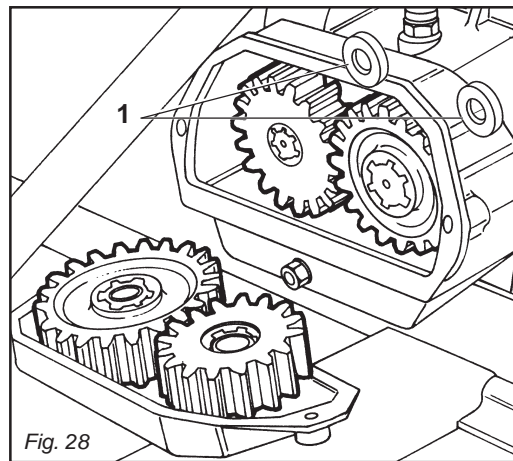

Fig. 28
La macchina è equipaggiata di cambio di velocità (Fig. 28), con una coppia di ingranaggi.
Machine are equipped with a gearshift (Fig. 28), with one pair of gears.
Les machines sont équipées d'une boîte de vitesse (Fig. 28), avec un couple d'engrenages.
Die Maschine sind mit Wechselgetriebe (Abb. 28), mit einem Räderpaar ausgestattet. Dadurch ist es möglich, mehrere Rotordrehgeschwindigkeiten zu erhalten, um damit den Anforderungen des Bedieners zu entsprechen.
Las máquinas están equipadas de cambio de velocidad (Fig. 28), mediante un par de engranajes.
- Fare attenzione durante l'operazione a non far cadere i distanziali (1 Fig. 28), all'interno della scatola cambio.
- La caduta dei distanziali (1 Fig. 28), all'interno della scatola cambio può causare la rottura degli ingranaggi.
- *While changing gears pay attention that the spacers (1 Fig. 28) fitted behind the gears do not fall in the gearbox.*
- *The falling of the spaces (1 Fig. 28) inside the gearbox can cause the braking of the gears.*
- Au changement des pignons faire attention que les entretoises (1 Fig. 28) montées derrière les pignons ne tombent pas dans le boîtier.
- La chute des entertoises (1 Fig. 28) à l'intérieur de la boîte de vitesse, peut causer la rupture des pignons.
- *Während sie das Getriebe verändern, bitte passen sie auf, dass die Distanzialstücke (1 Abb. 28) hinten den Zahnradern nicht in das Getriebe fallen.*
- *Der verfall der Distanzialstücke (1 Abb. 28) kann der bruch der zahnradern.*